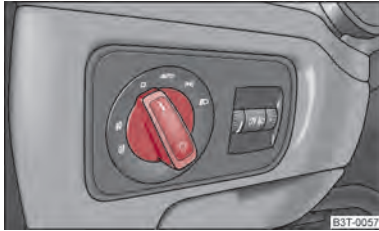

Abb. 34 Schalttafel: Lichtschalter
- Drehen Sie den Lichtschalter ⇒ Abb. 34 in Stellung ⤵️.
Bei Fahrzeugen mit **Rechtslenkung** weicht die Anordnung der Schalter von der in ⇒ Abb. 34 gezeigten Anordnung zum Teil ab. Die Symbole, die die Schalterstellungen markieren, sind jedoch gleich.